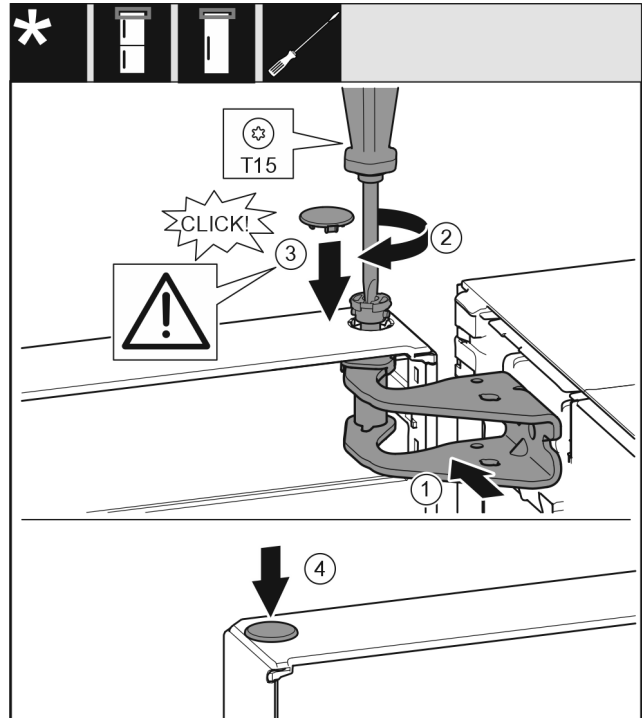

Fig. 21
- ▶ Deur boven uitlijnen op de opening in de lagerbus. Fig. 21 (1)
- ▶ Bouten Fig. 21 (2) insteken en met een schroevendraaier vastschroeven.
- ▶ Beveiligingsafdekking Fig. 21 (3) voor de borging van de deur monteren: Beveiligingsafdekking plaatsen en controleren of deze tegen de deur ligt. Anders de bouten volledig insteken.
- ▶ Plug Fig. 21 (4) insteken.